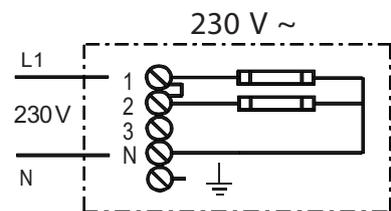

Fig.5 Typ: EZ-3600
6. Die Klemmenanschlüsse sollten fachmännisch von einem Elektriker vorgenommen werden. Siehe hierzu auch Typtabelle Fig. 4-6. Das Modell EZ-3600 ist umstellbar zwischen 230 V ~ (s. Fig. 5) und 400 V 3 (N) ~ (s. Fig. 6). Veränderungen, die den Stromkreis betreffen, müssen von einem Elektriker vorgenommen werden.
6. Terminals should be linked by electricians, depending on type. See Fig. 5. For EZ-3600: The heater is convertible between 230V 1~ (see Fig.5), 400V 3(N)~ (see Fig.6). Alterations in accordance to the wiring diagram must be carried out by an authorised electrician.